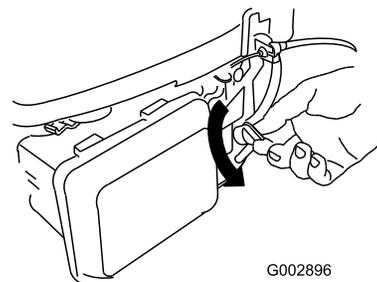

Figure 21
- Tournez le levier du robinet d'arrivée de carburant en position ouverte (Figure 21).